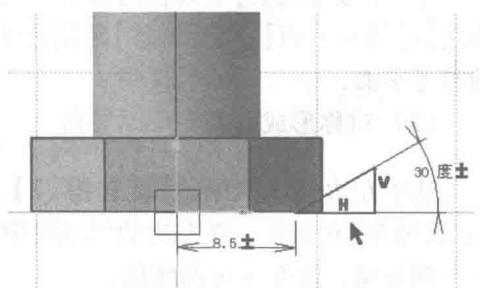

图 2-2 完成尺寸标注后的三角形
8.5mm，再单击约束图标 ，标注并修改水平线与斜线的夹角为 30°，如图 2-2 所示。